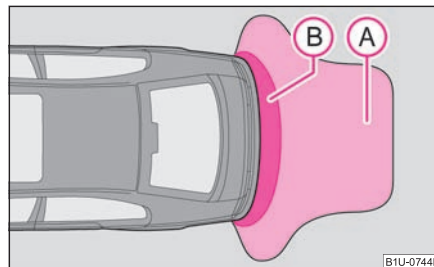

Fig. 103 Aparcamiento asistido: Zona de detección de los sensores traseros
La advertencia sobre la distancia comienza cuando la distancia hasta el obstáculo es de aprox. 160 cm (zona (A) ⇒ fig. 103). Al reducirse la distancia, se acorta el intervalo entre los impulsos sonoros.